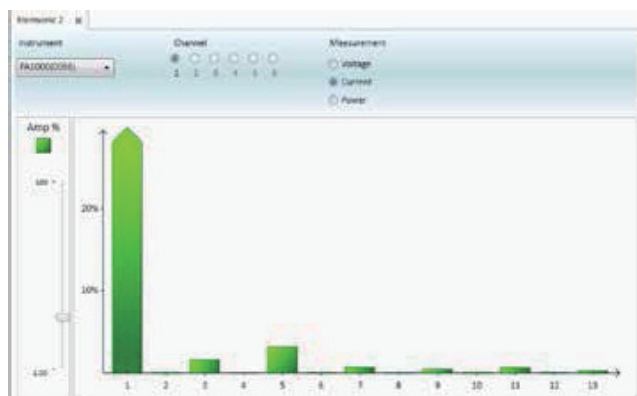

图 7. 谐波柱状图。
- 还可以以图形方式查看结果。如果想显示图表和图形，点击 Graphs 标签。从这里，选择 Harmonic(谐波) 或 Waveforms(波形)，以图形方式查看数据。图 7 显示了柱状图实例。